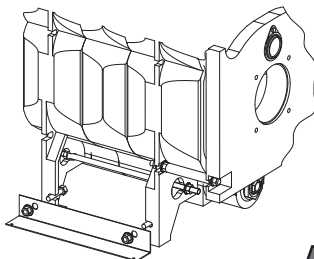

Рис. 8
- B: В отверстия (рис. 8), находящиеся около ножек корпуса котла, винтами M8×12 закрепите обе консоли (8), используя при том соответствующие засечки.